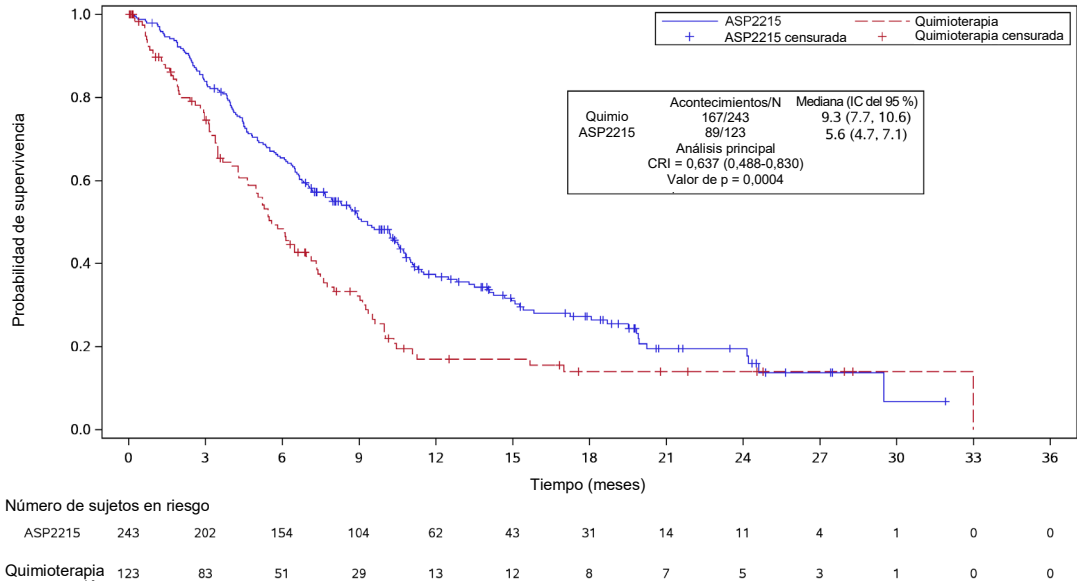

Figura 11: Curva de Kaplan-Meier sobre la supervivencia global
17.14.1. En el análisis final, la mediana de la SG del grupo que usó el gilteritinib fumarato fue mayor (9,3 meses) que la del grupo que se sometió a quimioterapia antineoplásica de último recurso (5,6 meses) en la población CDx+. Se calculó que el cociente de riesgos instantáneos (CRI) estratificado por regresión de Cox fue de 0,637 (IC del 95 %: 0,488-0,830) para la quimioterapia antineoplásica de último recurso; valor de *p* (orden logarítmico estratificado unilateral) = 0,0004, lo que corresponde a una reducción del riesgo relativo de muerte a favor del gilteritinib fumarato. En la Figura 11 se recoge una curva de Kaplan-Meier al respecto.